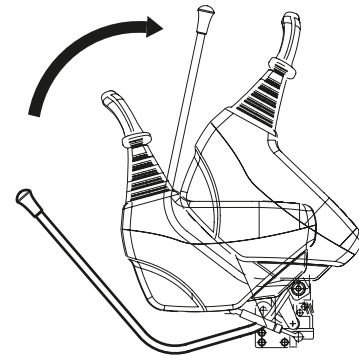

Figura 66
Al abandonar el asiento del operador, coloque la palanca de seguridad en posición "LOCK" (Figura 66), si no ocurre un accidente grave podría ocurrir al mover inadvertidamente las palancas de trabajo.
2. Colocar la palanca de seguridad (Figura 66) en "LOCK".
2. Coloque la palanca de seguridad (Figura 66) en "LOCK" y apague el equipo motor.